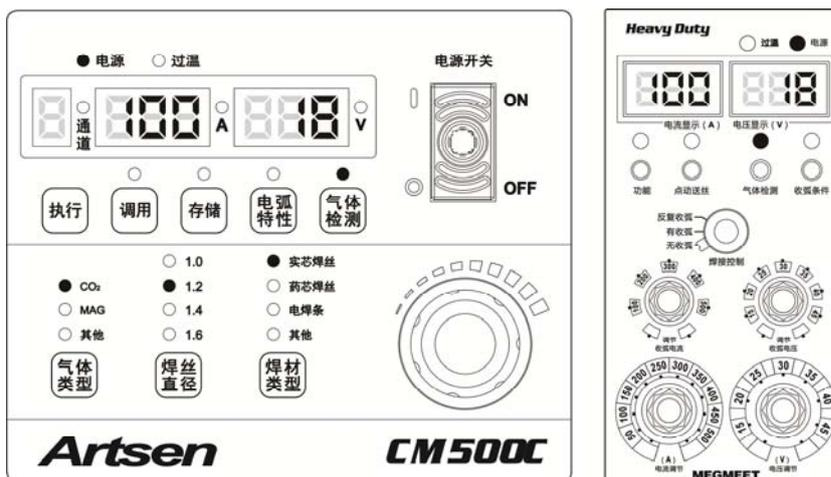

图3-16 气体检测设置界面
3. 参数设置有两种途径，一种是通过主机面板的**气体检测**按键，另一种是通过送丝机面板上的**气体检测**按钮，如图 3-16 所示。